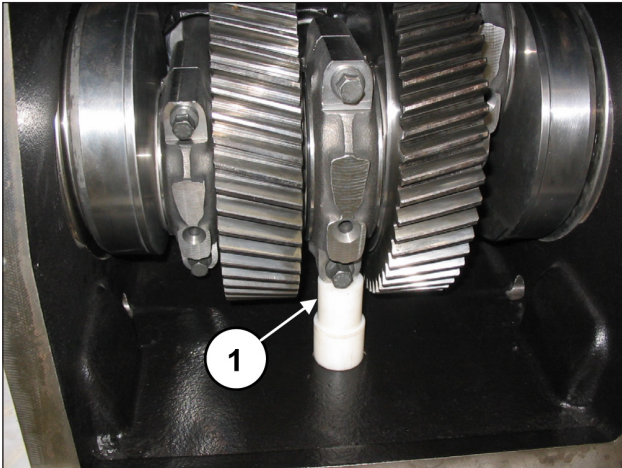

Fig. 84
Inserire uno spessore sotto al fusto della biella centrale per bloccare la rotazione dell'albero a gomiti (pos. ①, Fig. 84).